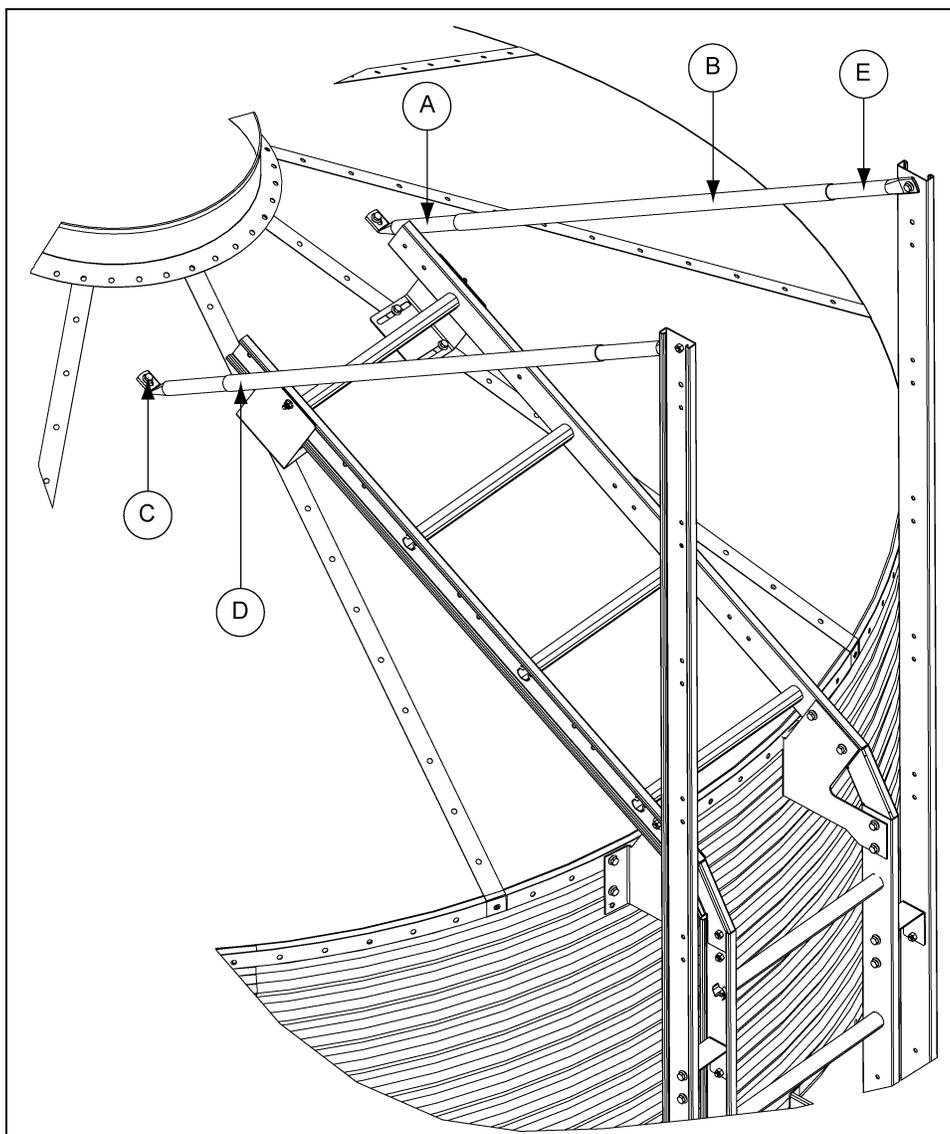

Рисунок 10В
На данном этапе необходимо установить регулируемые стяжки. Для изготовления одной регулируемой стяжки требуется одна труба большого диаметра и две (2) трубы меньшего диаметра. Установите трубы меньшего диаметра в трубы большого диаметра и закрепите одну трубу меньшего диаметра к верхней части удлинителя лестницы. Отрегулируйте другую трубу меньшего диаметра так, чтобы нижняя часть сплюснутой трубы касалась панели крыши. Просверлите четыре (4) отверстия 5/16" сквозь трубы большого и малого диаметра и скрепите их с помощью болтов 1/4" x 1-1/2" и гаек. Это позволит предотвратить смещение регулируемых стяжек. (см. рисунок 10В.)